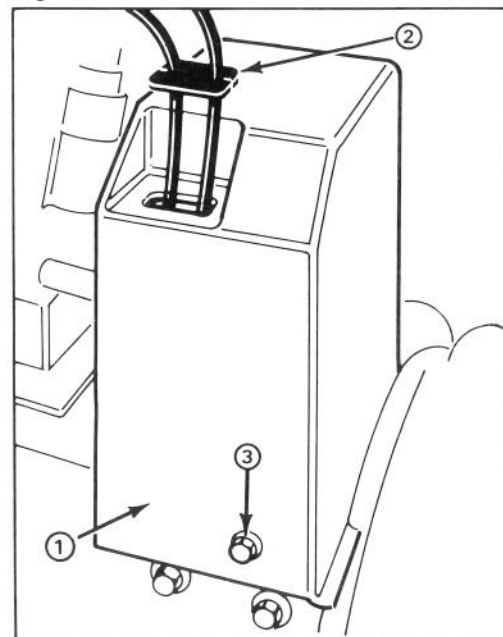

Figure 3
à collerette de  $\frac{1}{4}$ -20 x  $\frac{1}{2}$ " de long (fig. 3).
9. Faites passer le protège-câble sur les câbles et par l'orifice que présente le couvre-courroie (Fig. 3).